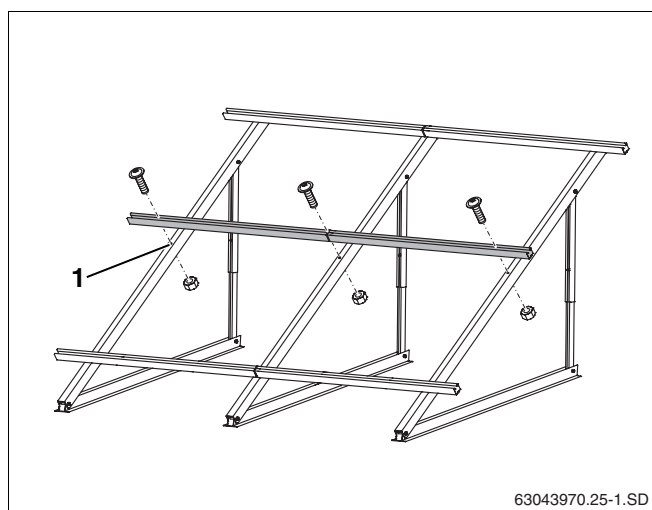

Fig. 35 Montaje de perfiles guía adicionales
- ▶ Fije los perfiles guía adicionales al orificio central del perfil (fig. 35, **pos. 1** tal y como se describe en cap. 5.5.2 "Montar los perfiles guía").